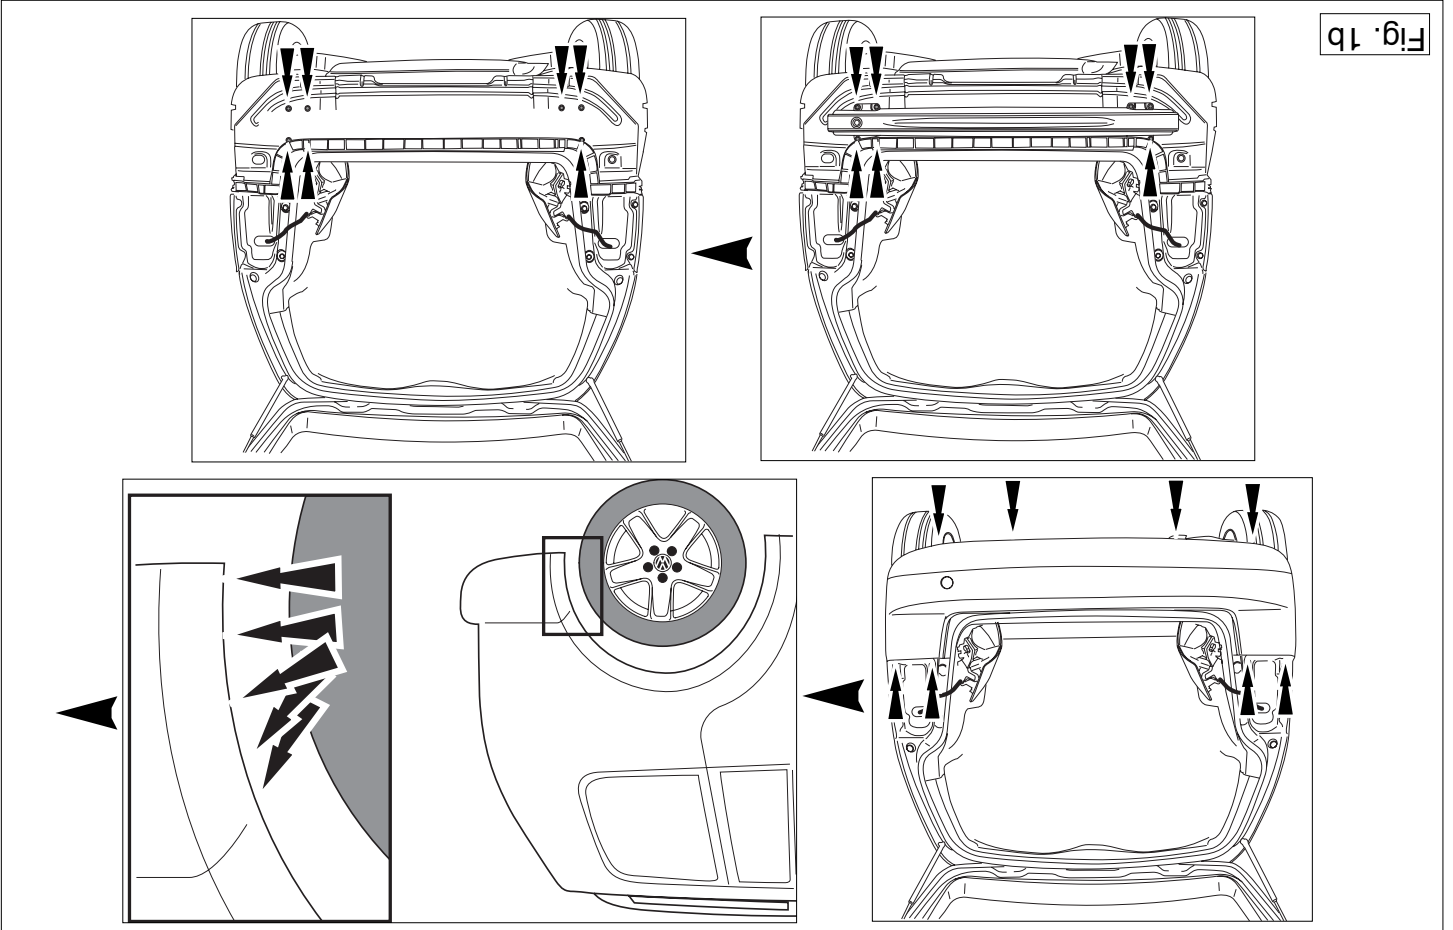

Fig. 1b
2. Remove the bumper and the steel buffer beam from the vehicle. The buffer beam will no longer be needed. Replace the bolts (See figure 1b).
2. Die Stoßstange einschließlich des stählernen Stoßbalkens vom Fahrzeug abmontieren. Der Stoßbalken wird nicht mehr benötigt. Die Schrauben wieder anbringen (Abbildung 1b).
2. Déposer le pare-chocs du véhicule y compris la traverse en acier ; la traverse ne sera plus utilisée. Remettre les boulons de fixations en place (Voir la figure 1b).
2. Demonter kofangeren, inklusive køretøjets stålstødbjelke. Denne bliver overflødig. Sæt bolte på plads igen (Se fig. 1b).